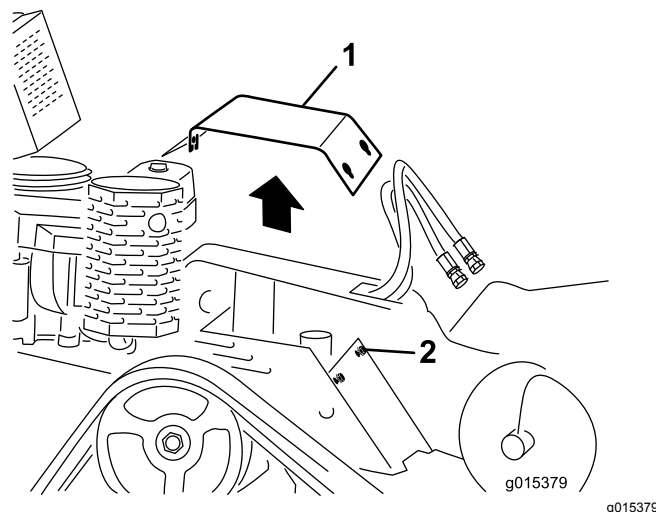

Figure 21
4. Desserrez l'un après l'autre les 3 boulons qui fixent le capot de protection au cadre jusqu'à ce que le capot se détache (Figure 21).
6. Pour installer le capot de protection avant d'utiliser la machine, glissez-le en place et fixez-le avec les 3 boulons retirés précédemment (Figure 21).